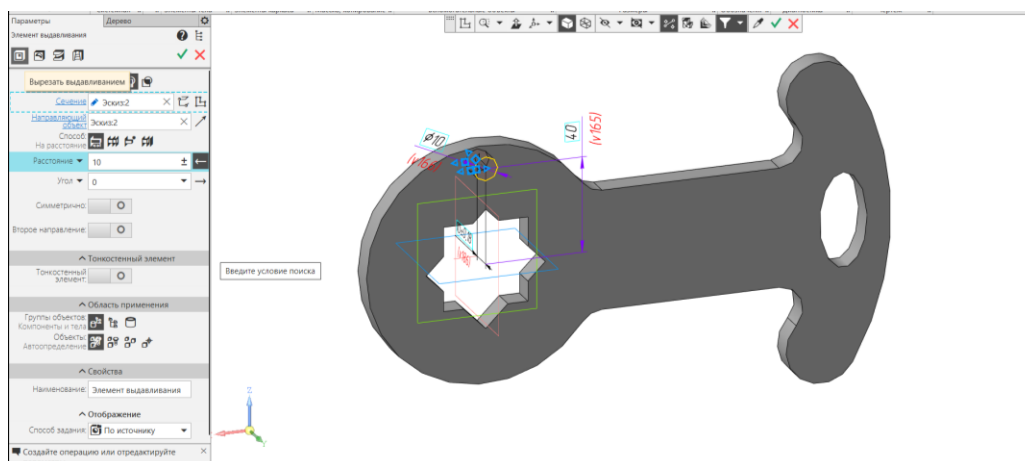

Рис. 17 Команда «Вырезать выдавливанием»
- **Инструменты эскиза – Геометрия – Окружность центр (рис. 17).**
Эскиз 2, способ – на расстояние 10 мм (можно использовать способ – через все, или до объекта) (см. рис. 17).